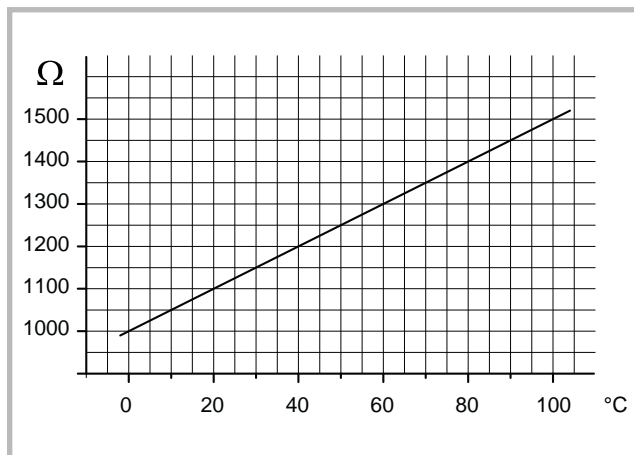

Figure 6 - Sonde QAD21 et QAZ21
- Sonde de température chaudière et eau chaude sanitaire (ECS) QAZ21 (Fig. 6)
- Sonde de départ chauffage QAD21 (Fig. 6)